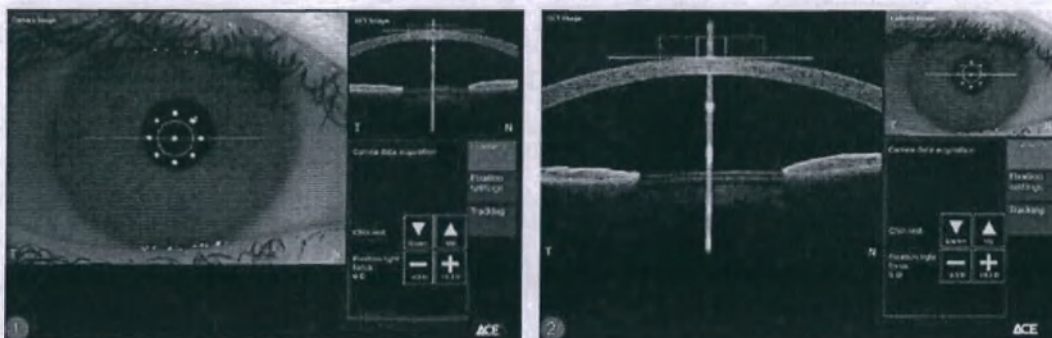

Рис. 57. Варианты отображения
По умолчанию изображение камеры отображается увеличенным в окне сбора данных (рис. 57/1).
1. ► Чтобы увеличить ОКТ-изображение в окне сбора данных (рис. 57/2), коснитесь ОКТ-изображения.
2. ► Чтобы снова увеличить изображение полученное с камеры (рис. 57), коснитесь изображения.